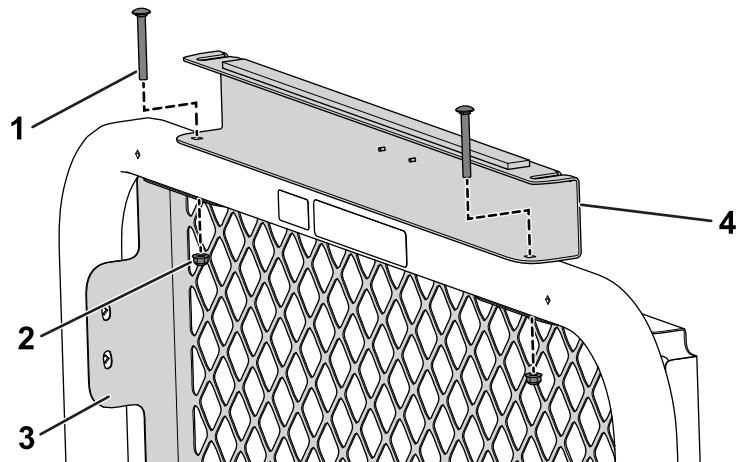

Bild 33
5. Befestigen Sie die hintere Sonnendachstütze und das hintere Gitter mit zwei Schlossschrauben (5/16" x 2 3/4") und zwei Bundmuttern (5/16") am Überrollbügel (**Bild 33**).